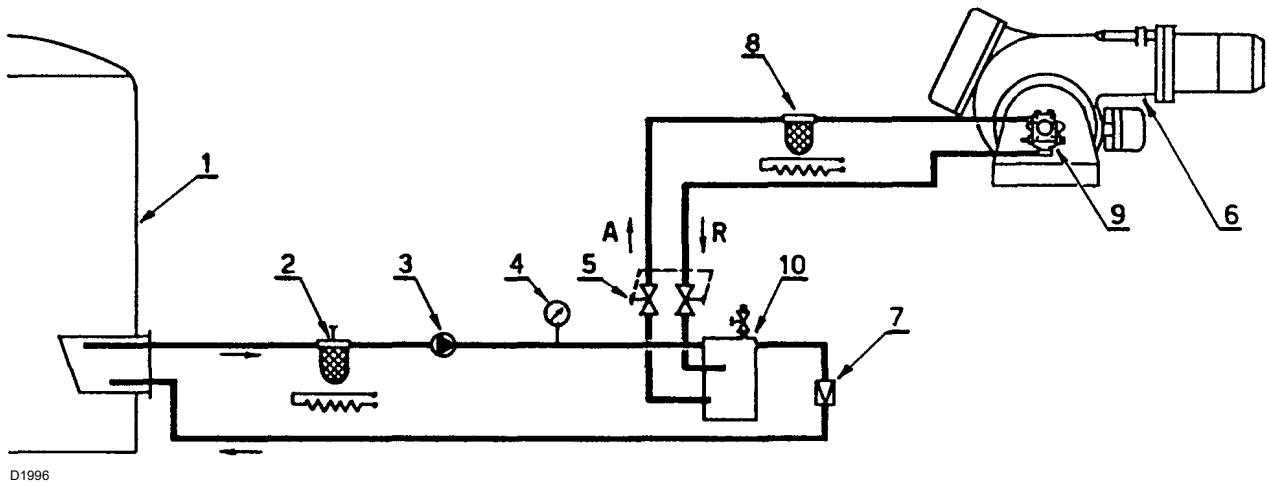

Fig. 19
- Pour limiter la formation de gaz ou de vapeurs, la pression du combustible dans le dégazeur 10) (Fig. 19) doit être réglée en fonction de la température d'alimentation selon le tableau ci-dessus.